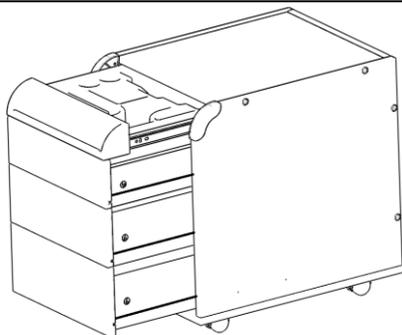

Рис. 16
5.3.2. К сборке по п. 4.3.1. вставить лоток в сборе (поз.3 пакет №139, упаковочное место №2), см. рис. 16.